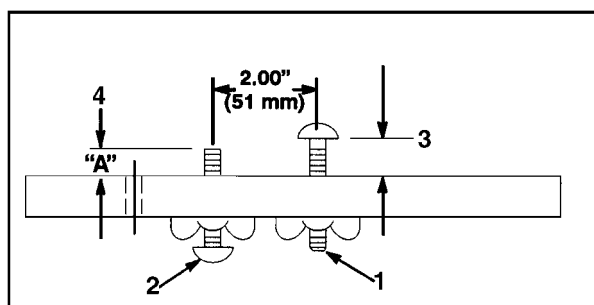

Fig. 10
For konsekvent innstilling av klippevinkelen anbefaler vi absolutt bruk av en målearm med to skruer, Toro del nr. 98-1852 (fig. 10). Den første skruen stiller inn klippehøyden; den andre vinkelen. Innstilling av sistnevnte er en enkel måte å stille inn vinkelen til alle klippeenhetene på.
1. Bruk målearmen med to skruer, Toro del nr. 98-1852, og still første skrue inn på ønsket klippehøyde. Denne innstillingen gjelder fra platens fremkant til undersiden av skruehodet (fig. 10).